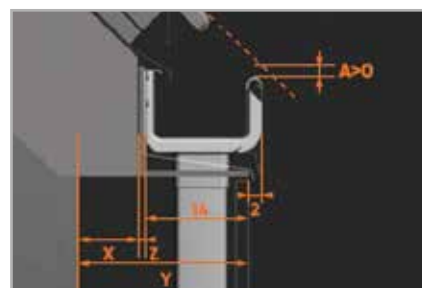

fig. 2
- 3.1 Trebuie să se planifice poziția jgheabului față de acoperiș pentru ca linia de prelungire a acestuia să treacă peste marginea exterioară a jgheabului (vezi exemplele de utilizare din fig. 2) și pentru ca apele pluviale să se scurgă în jgheab. În situațiile când, din cauza construcției acoperișului linia prelungită trece sub marginea exterioară a jgheabului, pe acoperiș trebuie să se monteze opritoare de zăpadă pentru a împiedica avarierea acestuia de către zăpada de pe acoperiș.
- 3.5 Grosimea și tipul termoizolației în spatele conductei ar trebui să garanteze lipsa punților termice. Pentru aceasta poate fi necesară executarea unei perforații adiționale în corpul clădirii în spatele conductei, conform punctelor 1.15 și 1.16 din aceste instrucțiuni. (fig. 2)